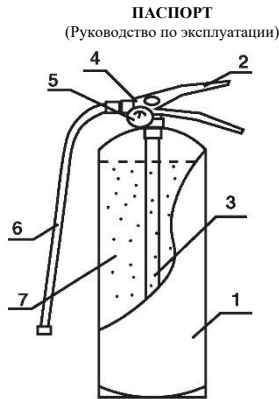

Рис. 1
- Огнетушитель (рис. 1) состоит из корпуса 1, наполненного огнетушащим порошком 7. На горловине закреплено запорно-пусковое устройство 4 с индикатором давления 5. ЗПУ оснащено ручкой для переноски огнетушителя и ручкой для управления подачей порошка 2. Огнетушитель оснащен сифонной трубкой 3, гибким рукавом 6 (кроме ОП-1, ОП-2, ОП-3) и распылителем для получения факела распыла порошка. Огнетушитель оснащен чекой для предотвращения самосрабатывания.